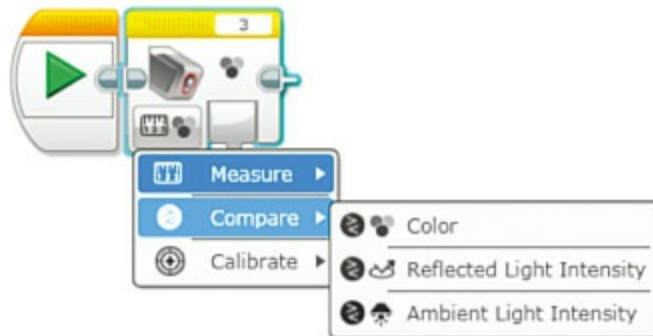

图7.18 选择“比较”操作
2. 我们需要程序将反射光强度与阈值进行比较，选择“比较”操作，如图7.18所示。